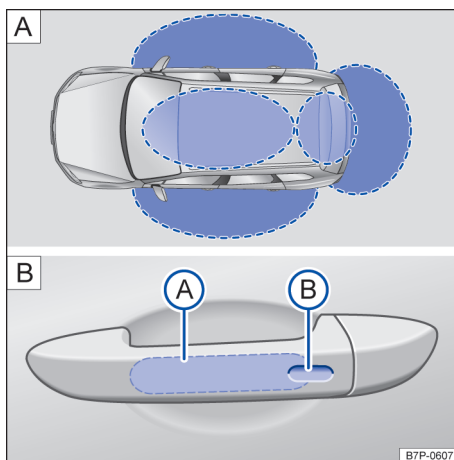

Fig. 65 Sistema de travamento e de partida Keyless Access sem chave: **A** áreas de aproximação. **B** Superfícies do sensor do travamento central.
- ◀ Sistema de travamento e partida Keyless Access sem chave permite que o veículo seja destravado e travado sem a utilização ativa da chave. Para isso, é preciso haver uma chave do veículo válida na área de aproximação do veículo → Fig. 65 **A**. Ao tocar as superfícies do sensor nas maçanetas das portas dianteiras ou ao tocar o botão na tampa do compartimento de bagagem → Página 91, o veículo e a tampa do compartimento de bagagem destrava ou trava → .
- Tocar a superfície do sensor → Fig. 65 B na parte interna da maçaneta da porta do condutor ou do passageiro dianteiro.
- Tocar na superfície do sensor → Fig. 65 A na parte externa da maçaneta da porta do condutor ou da porta do passageiro dianteiro *uma* vez.
Quando o veículo está travado e uma chave do veículo válida se encontra na área de aproximação → Fig. 65 A da tampa do compartimento de bagagem, esta destrava automaticamente ao ser aberta através do botão da maçaneta.